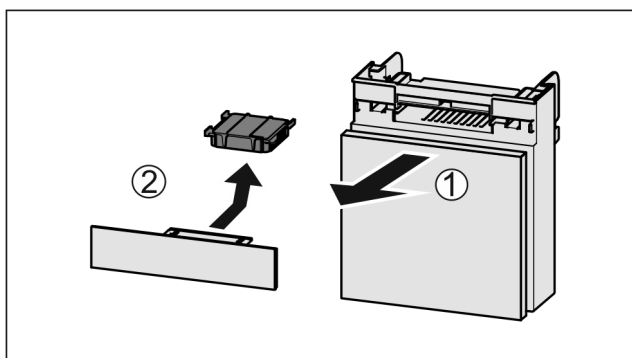

Fig. 99
- Lade vanaf de voorkant eruit trekken Fig. 99 (1).
- Actiefkoolfilter verwijderen Fig. 99 (2).